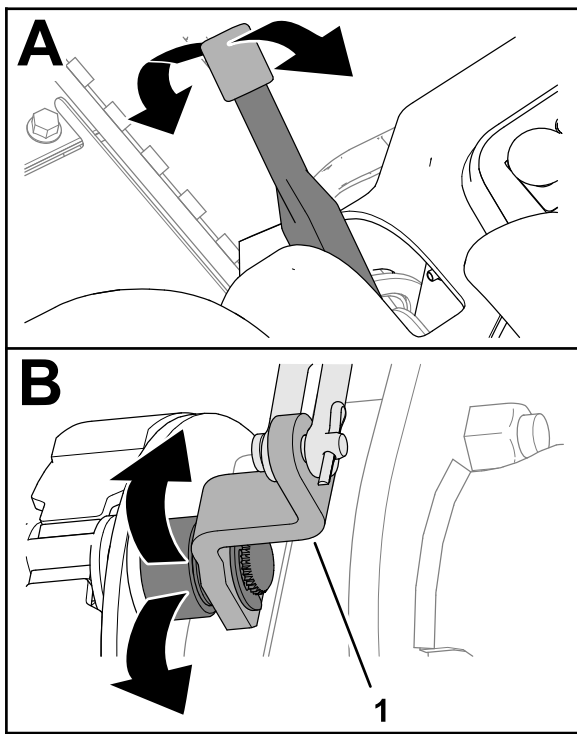

Figura 69
2. Spostate verso l'alto e verso il basso la leva del freno di stazionamento per verificare che la leva della camma del freno si muova liberamente (Figura 69).